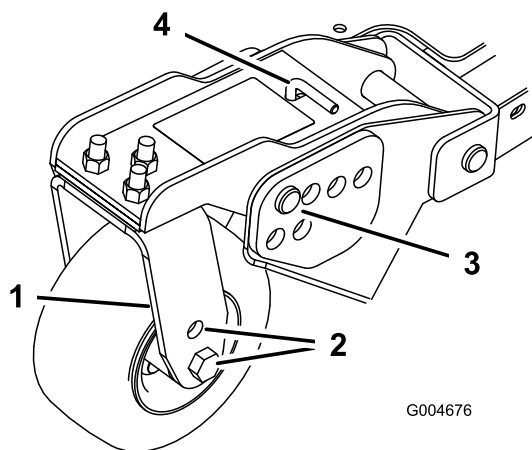
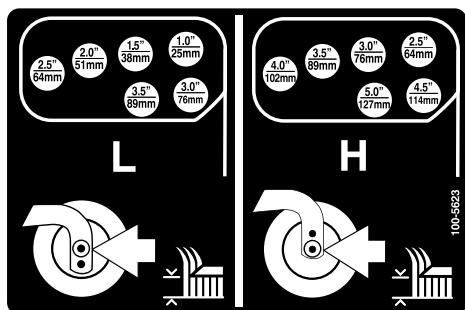

Figura 22
Figura 23
1. Posizionate gli assali delle ruote orientabili negli stessi fori di tutte le forcelle (Figura 20 e Figura 22). Vedere lo schema seguente per stabilire il foro corretto per la regolazione.
4. Togliete la coppia ed i perni con testa dai bracci di rotazione delle ruote orientabili (Figura 22).
5. Girate il tenditore per alzare o abbassare il braccio di rotazione finché i fori non sono allineati con i fori della staffa dell'altezza di taglio selezionati, nel telaio dell'apparato di taglio (Figura 22 e Figura 23).